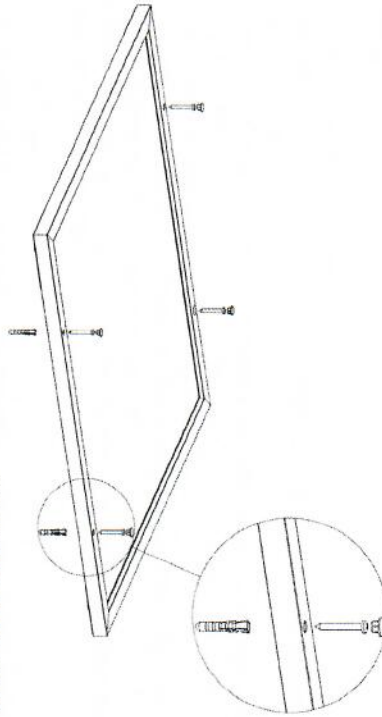

Рисунок 2
- Закрепить светильник к потолку шурупами или саморезами согласно типу монтажной поверхности. Диаметр отверстий равен 4,5 мм (рисунок 2).